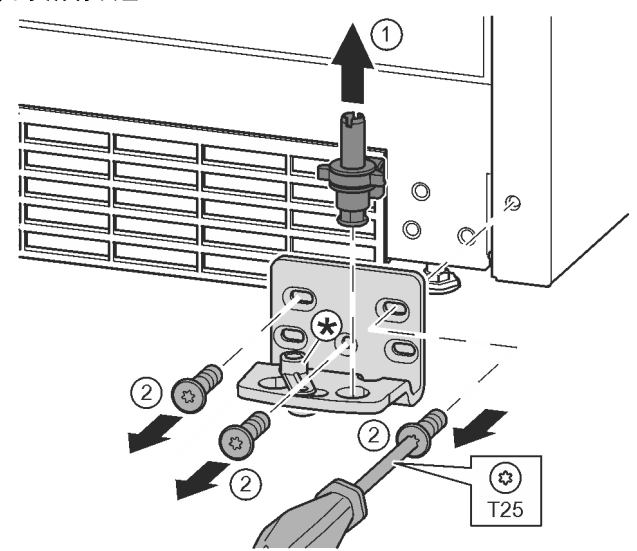

Fig. 15
- ▶ 将轴承螺栓完全向上拉出。Fig. 15 (1)
- ▶ 用 T25 螺丝刀将螺钉旋开并取下托架 Fig. 15 (2)